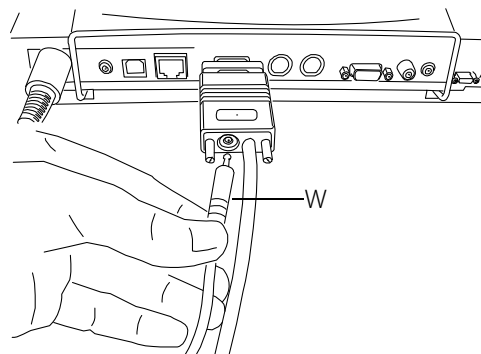

図6 AC 電源アダプタケーブルをの接続
- 1 AC 電源アダプタケーブル (W) をインターフェースケーブルのコネクタに差し込みます。図6を参照。